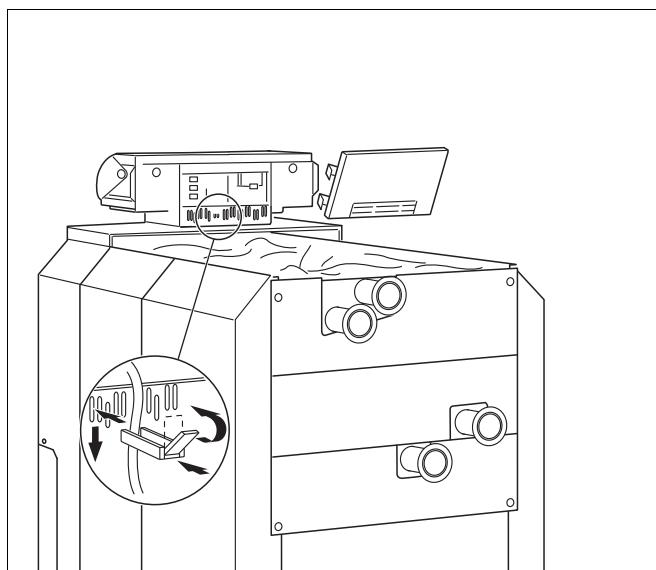

Рис. 18 Монтаж кабельных хомутов
При необходимости можно выломать или вырезать заглушку в задней стенке (рис. 18).
- Вставьте хомуты с уложенным в них кабелем в рамку и закрепите их, повернув рычажок (рис. 18).
- Вставьте оба нижних крюка задней стенки справа и слева со шлицом в верхнюю кромку рамки (рис. 18).
- Слегка нажмите верхние упругие крюки (по стрелке на рис. 18) и вставьте заднюю стенку так, чтобы оба крюка защелкнулись.